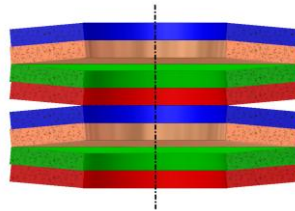

Figura 9 – Associação de molas prato
- d) Ao montar as molas prato, seguir o esquema de agrupamento de molas prato da Figura 9 (arranjo duplo).